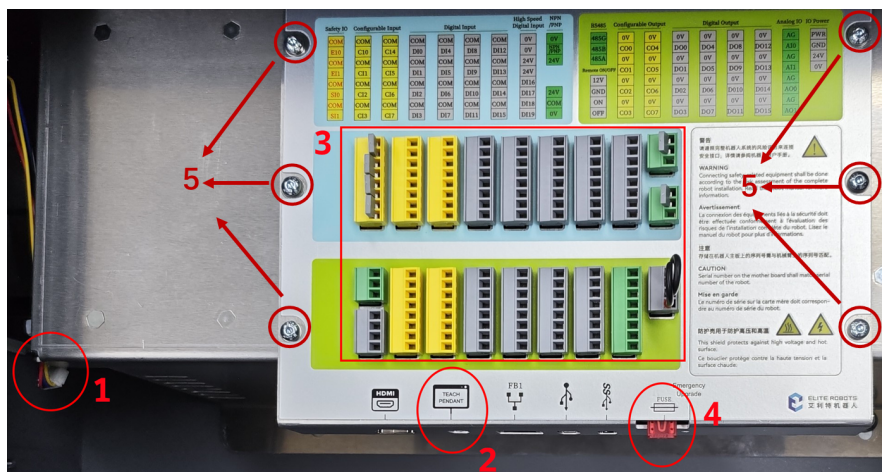

图 3-25: 拆除或断开位置
11. 接上风扇的连接线，插上示教器线缆，插上保险丝和 I/O 插头，如图 3-25 所示；